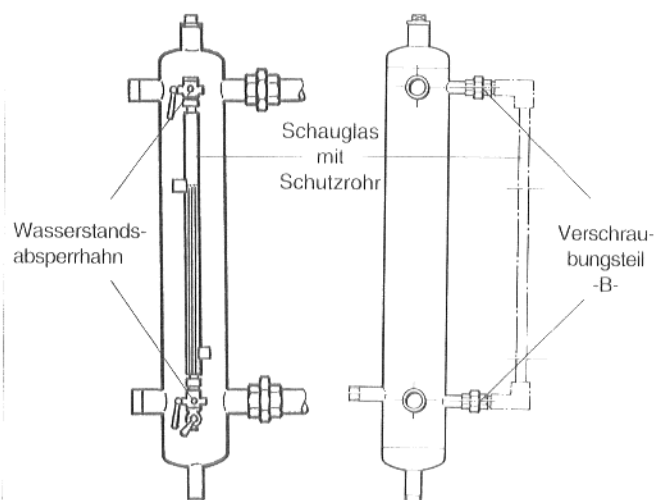

Abb. 17 Vorder- und Seitenansicht d. Dampfflasche
- **Verschraubungsteil -B-** von der Dampfflasche lösen (Abb. 17). Wasserstandsabsperrhähne in die Verschraubungsteile -B- eindichten.
- Der **Wasserstandsabsperrhahn** mit Entleerungshahn (Abb. 17) wird an dem unteren Anschluß mit der Verschraubung angebracht. Nicht vergessen die Dichtungen in die Verschraubungen einzulegen.